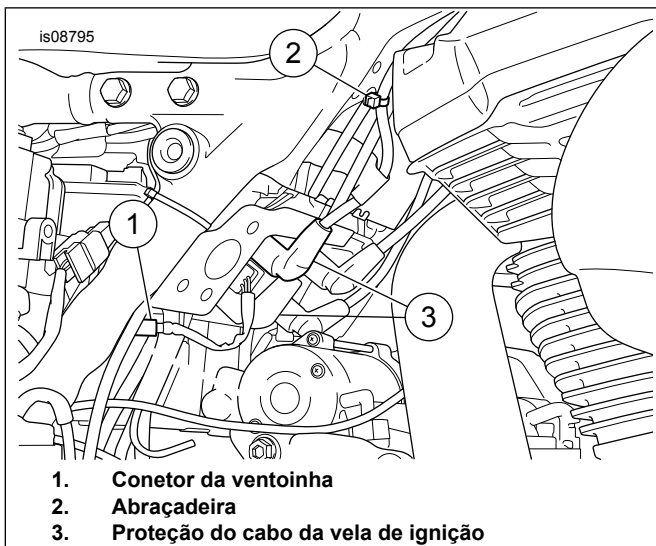

Figura 1. Conetor da ventoinha
7. Ver Figura 1 . Localizar o conector da ventoinha (1) e desligar a ficha.
Ver Figura 1 . Reposicionar as proteções do cabo da vela de ignição do lado direito.